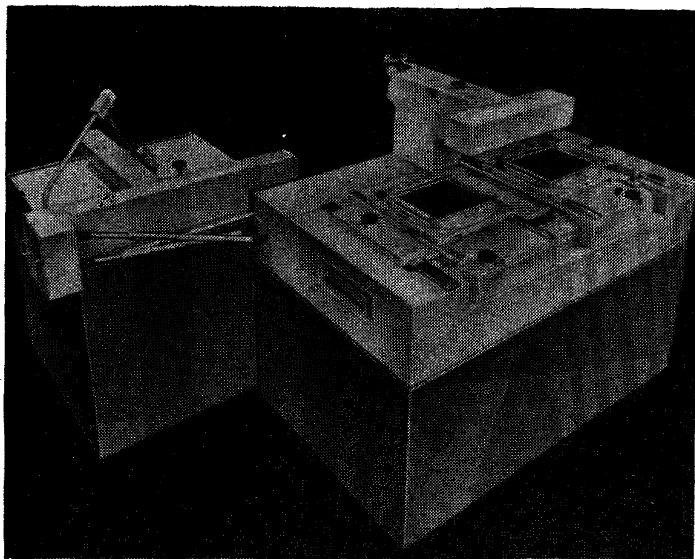

Рис. 43. Технокарт
7.16. Технокарт (рис. 43) — прецизионный стереофотограмметрический прибор, предназначенный для обработки наземных стерео-